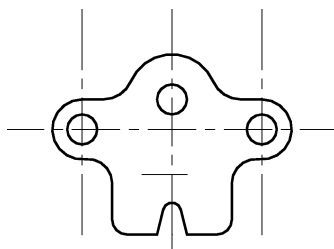

图 5-49 修剪多余线条示例
④ 修剪多余线条。使用“修剪”命令，先选边界，再选修剪对象，多次修剪后，结果如图 5-49 所示。